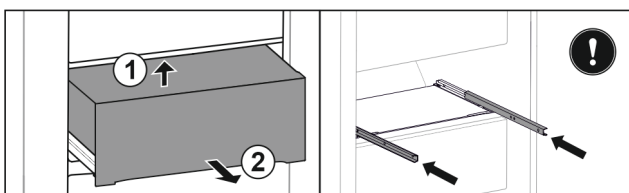

Fig. 39
- ▶ Schubfach von unten hinten anheben. Fig. 39 (1)
- ▶ Schubfach nach vorne entnehmen. Fig. 39 (2)